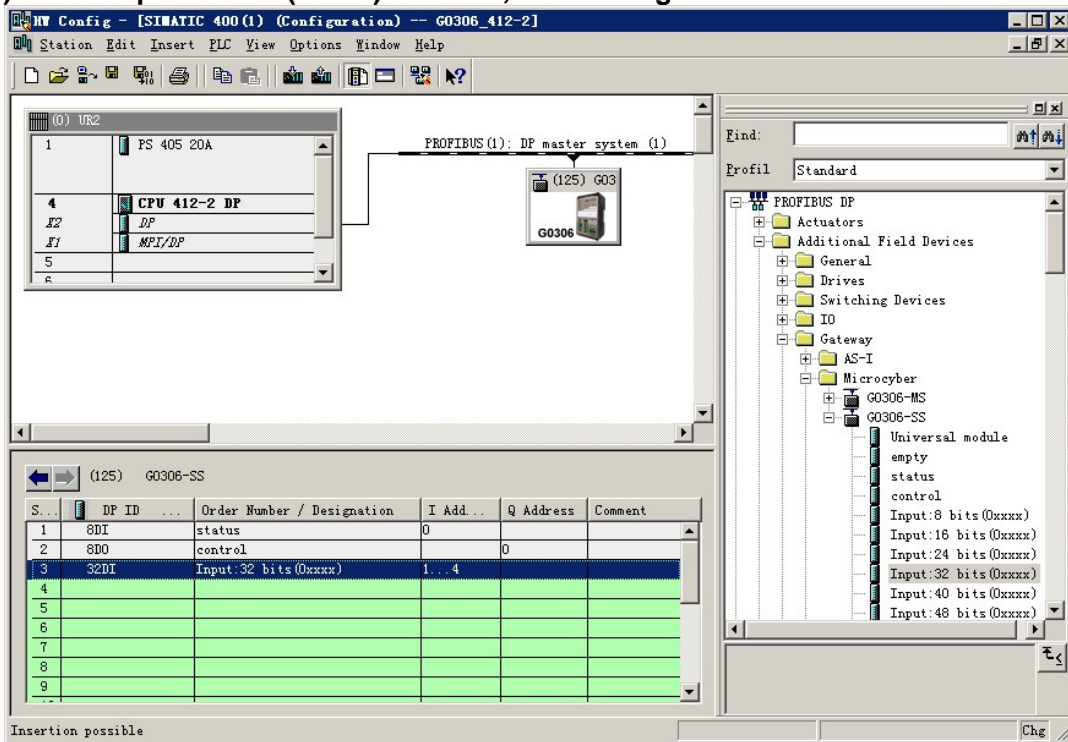

Figure 42 Add “Input:32 bits(0xxxx)” Module
a) Add “Input: 32 bits(0xxxx)” Module, show in Figure 42: